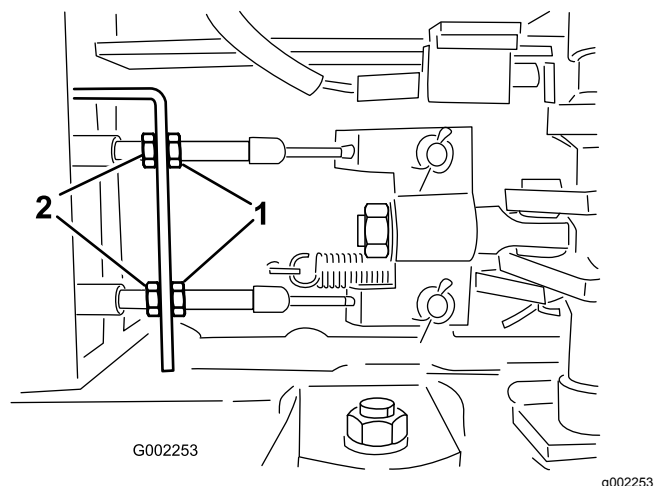

Figure 83
5. Desserrez les écrous avant sur les câbles de frein, sous l'extrémité avant de la machine (Figure 83).
6. Serrez les écrous arrière uniformément jusqu'à ce que la pédale de frein s'enfonce de 1 à 2 cm (0,5 à 1 po) avant que vous sentiez une résistance (Figure 83).